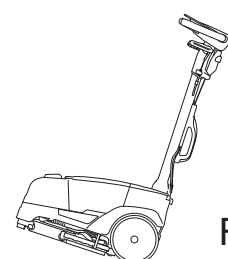

Fig.7
- Kantel de handgreep zo dat deze loodrecht op de machine staat. Kantel de machine iets naar achteren (Fig.7) en vervoer haar in de gewenste richting.